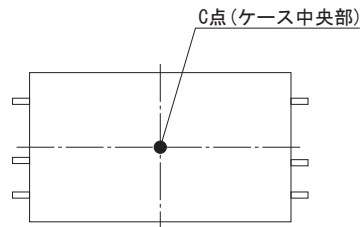

図7.4 強制通風時の温度測定箇所（ケース上面）
②SUC3
■強制通風時（1m/s）は、図7.4のC点の温度が100℃以下となるように通風して、ご使用ください。